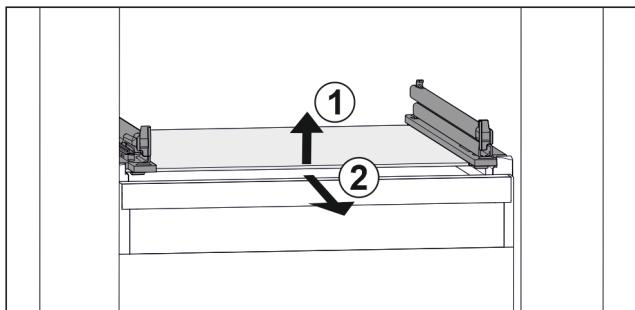

Fig. 74 Примерно изображение на стъклена плоча
- ▶ Повдигнете стъклената плоча отпред. Fig. 74 (1)
- ▶ Извадете стъклената плоча напред. Fig. 74 (2)